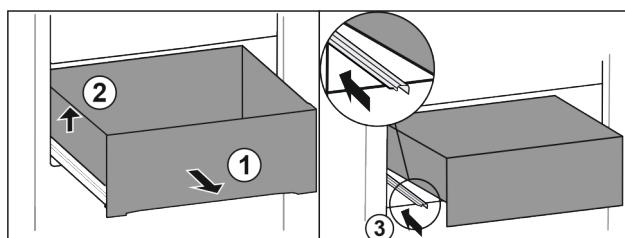

Fig. 92
- Вытяните выдвижной ящик до упора. Fig. 92 (1)
- Приподнимите выдвижной ящик слева. Fig. 92 (2)
- Вставьте левую направляющую. Fig. 92 (3)